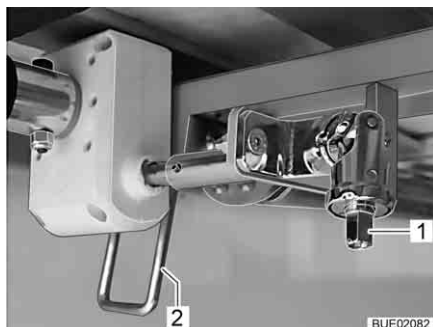

Fig. 119 Réglage en hauteur
- Enfoncer la manivelle sur le tenon (Fig. 119,1).
- Faire pivoter le levier (Fig. 119,2) vers le bas en position verticale.
- Faire pivoter le levier (Fig. 119,2) vers le haut en position horizontale.